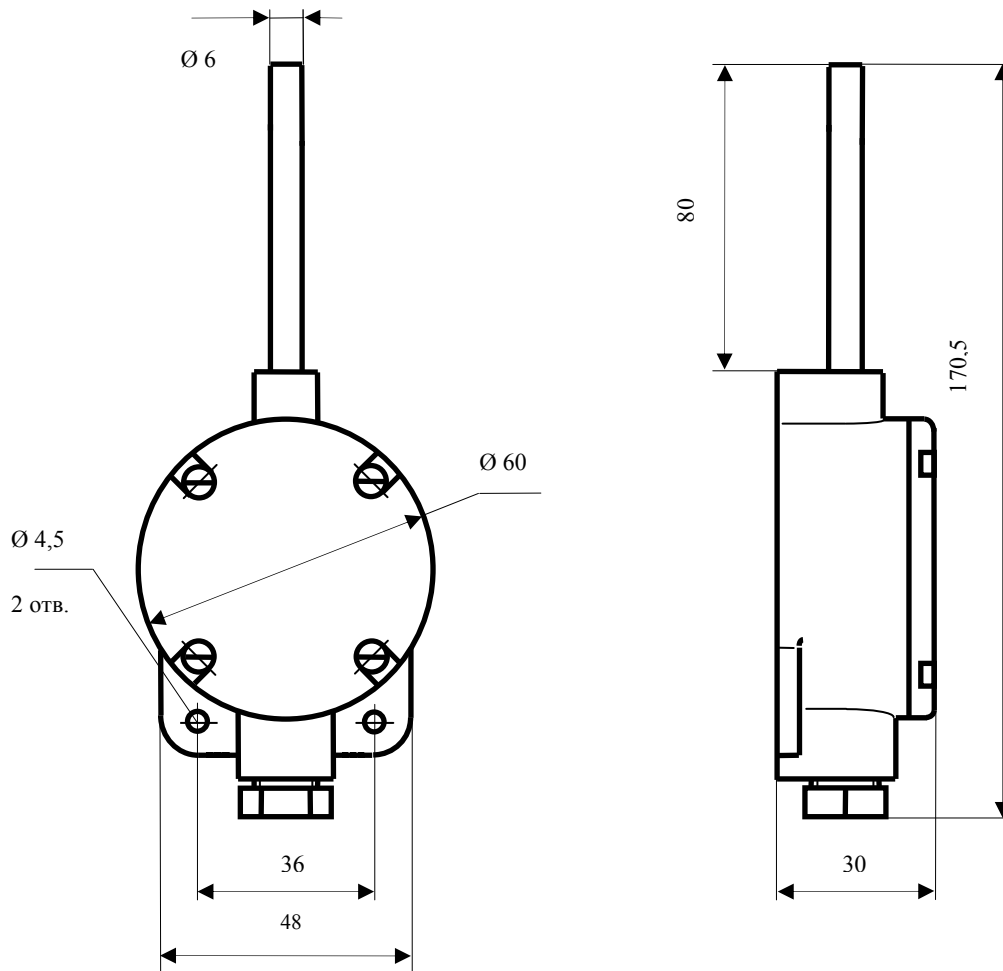

Рисунок 1. Термопреобразователь сопротивления ТСП 002-02 модель 1
- Внешний вид и основные размеры термопреобразователя представлены на рис. 1.